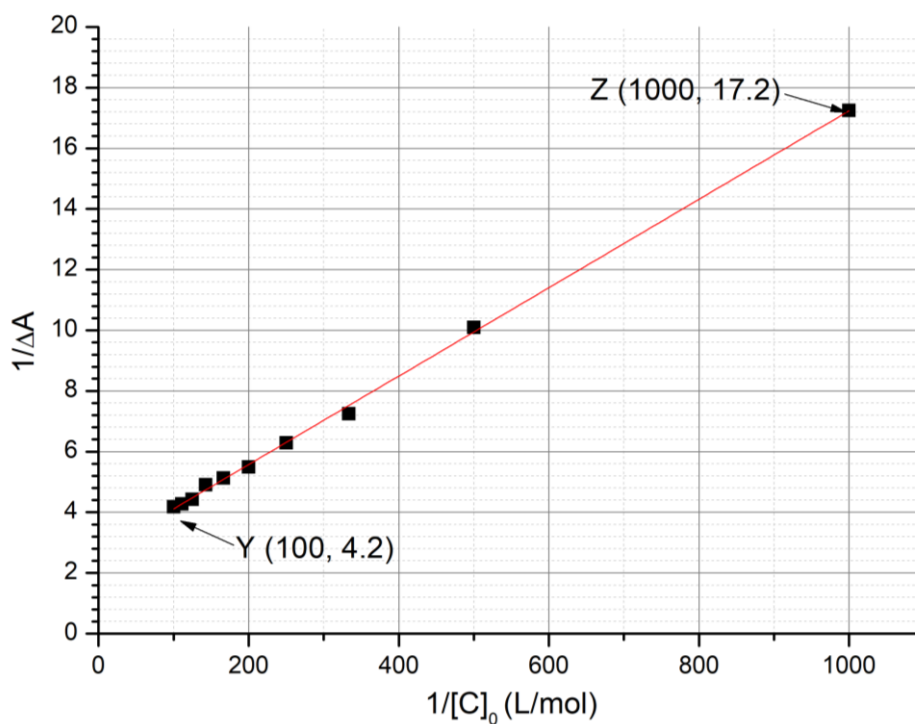

Fig. 3 – Variación de $1/\Delta A$ en función de $1/[C]_0$.
6. **Determine** K_t usando la siguiente curva experimental (Fig. 3).